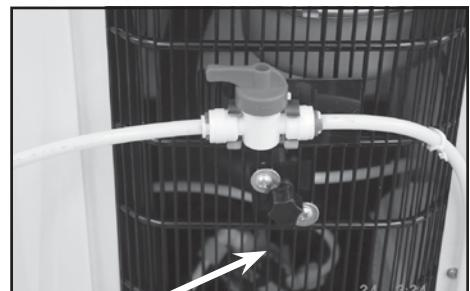

Fig. 18
9. Pour purger l'eau restant dans les réservoirs, enlevez (dévissez) le capuchon et le bouchon de purge situés à l'arrière du distributeur (voir la Fig. 18). Récupérez l'eau dans un conteneur/seau. **IMPORTANT** : Toujours replacer le capuchon et le bouchon de purge et serrer (voir la Fig. 18).
3. Placez un conteneur/seau sous le robinet de vidange situé à l'arrière du distributeur (voir la Fig. 18).